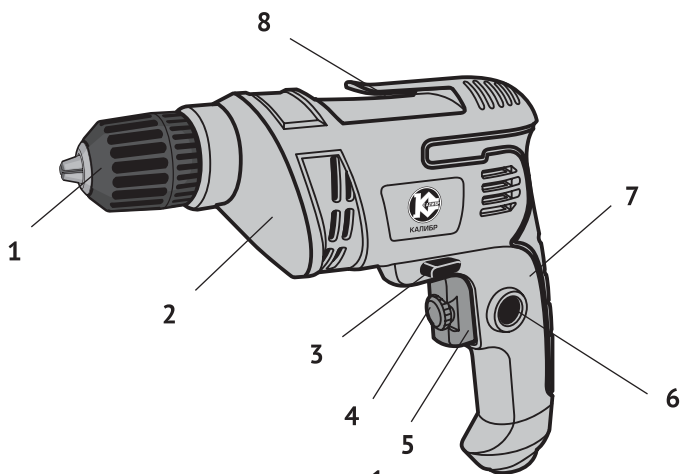

рис. 1
1.6 Общий вид дрели представлен на рис.1
1.7 Механизм дрели расположен в пластиковом корпусе (рис.1 поз.2), состоящем из двух частей: правой и левой, выполненном заодно с рукояткой (рис.1 поз.7). Крутящий момент с якоря электродвигателя шестернёй, передаётся на шпиндель, соосный с двигателем. На резьбу (3/8") шпинделя крепится сверильный патрон (рис.1 поз.1).
1.8 Клавиша выключателя (рис.1 поз.5) расположена в передней части рукоятки. В клавишу вмонтирован диск регулятора оборотов (рис.1 поз.4). С его помощью можно изменять скорость вращения шпинделя в пределах от 0 до 2800 об/мин. Это позволяет выбрать оптимальный режим работы, в зависимости от просверливаемого материала и установленного сверла.
Над клавишей выключателя находится переключатель реверса (рис.1 поз.3), рычажковой или пластинчатой конструкции. В нейтральном положении он выполняет функцию блокиратора клавиши от случайного включения. Символами R, F или стрелками указывается направление вращения патрона.
Включение дрели осуществляется нажатием на клавишу выключателя (рис.1 поз.5) указательным пальцем. Слева на рукоятке находится кнопка (рис.1 поз.6)